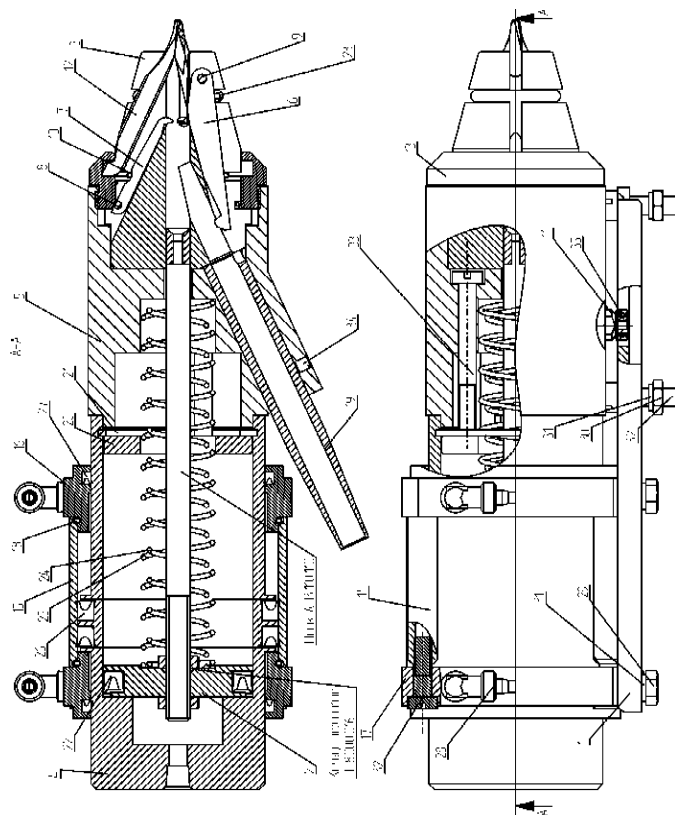

Рис.5.
- 7.4.6. При сборке штоковой шиповальной головки придерживайтесь следующей методики (см. *Рис.5*).
- 7.4.4. При разборке для технического обслуживания штоковой шиповальной головки следует придерживаться следующей методики. (см.*Рис.5.*)